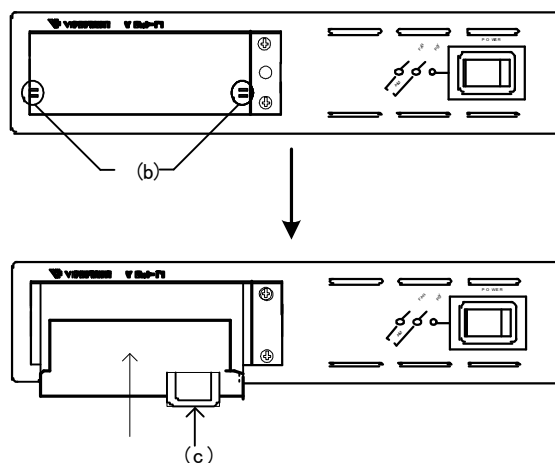

図 4-3 メインモジュールの挿入
- ・その際、図 4-3 の(c)の取っ手を押すようにしてください。